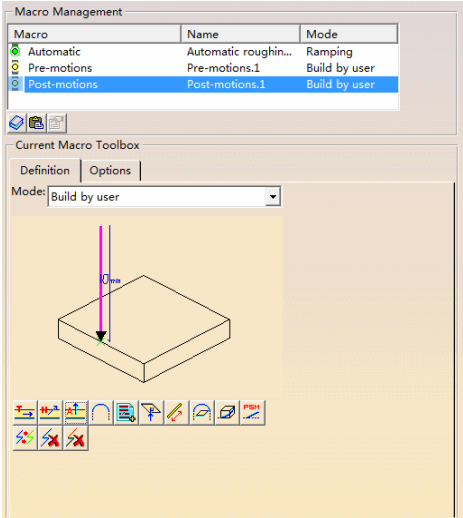

图 7-62 设置“Post-motions”
- 在“Macro Management”区域的列表框中选择“Post-motions”, 单击 Add axial motion 按钮, 如图 7-62 所示。